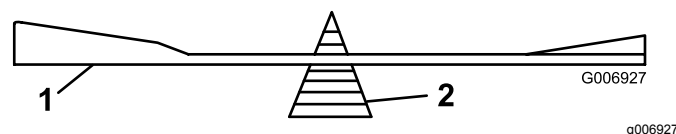

Figure 39
- Vérifiez l'équilibre de chaque lame en la plaçant sur un équilibre (Figure 39). Si la lame reste horizontale, elle est équilibrée et peut être utilisée. Si la lame est déséquilibrée, limer un peu le dos de la lame. Répétez la procédure jusqu'à ce que toutes les lames soient équilibrées.